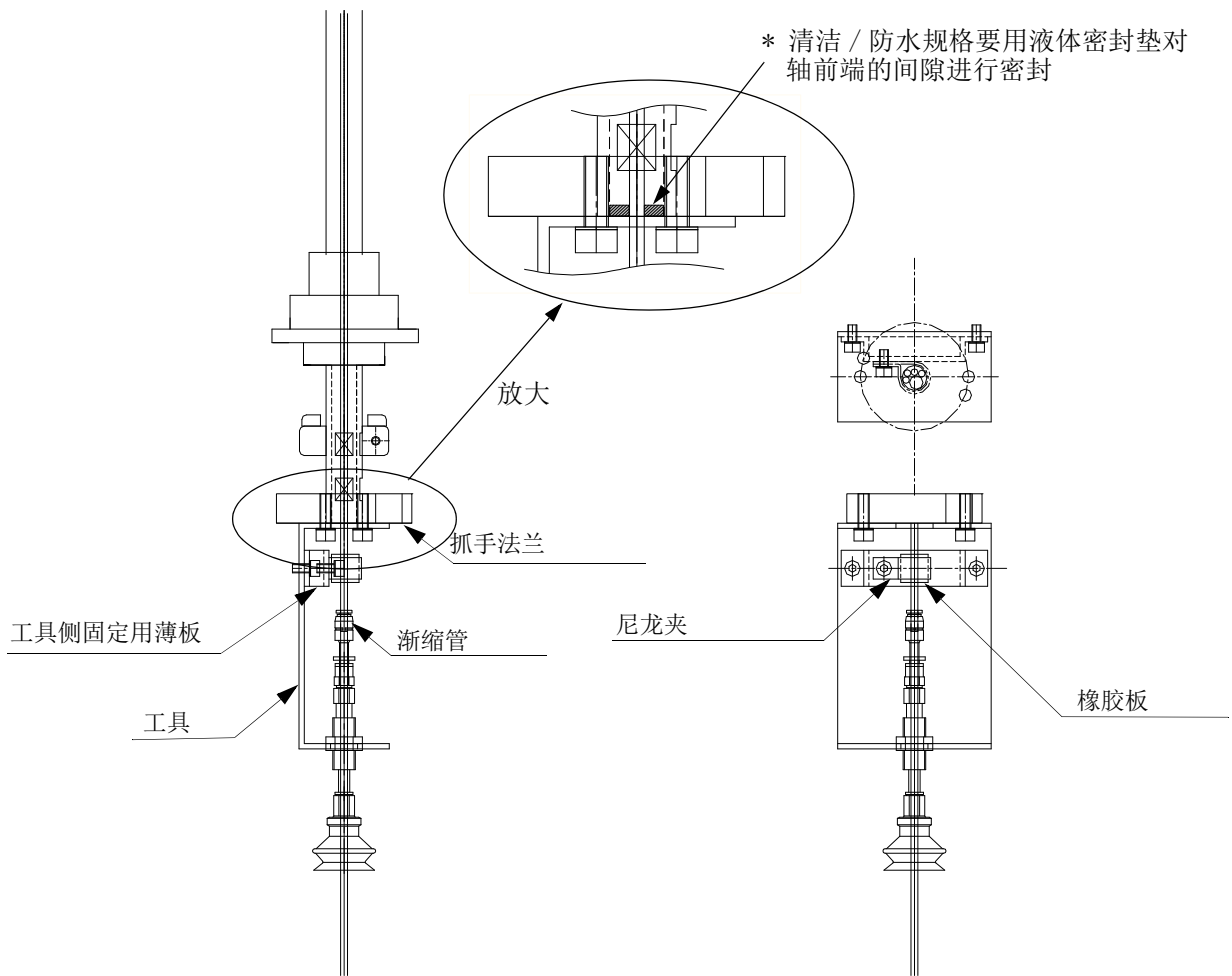

图 3-10: 抓手管的工具侧固定示意图 (例)
固定方法的示意图如图 3-10 所示。
- 7) 将抓手输入电缆用选购件附带的捆扎带固定在配管固定用金属薄板 3) 上 (5) 2 处)，但为防止电缆错位，应从上述已卷绕的橡胶板上部开始固定。
- 9) 在上述调整的位置，用户自备的工具侧也同样用捆扎带（附件）等卷绕橡胶板（附件）进行固定 6)。应参考图 3-10 所示的固定方法进行固定。